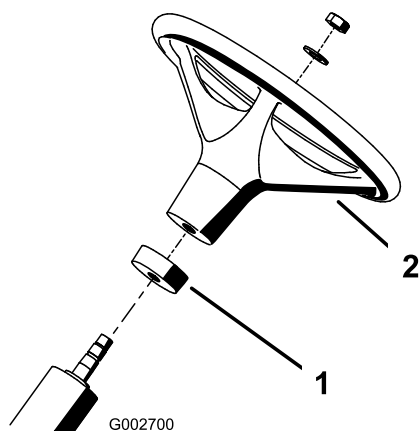

Figura 2
2. Faça deslizar o anel de esponja, a extremidade pequena primeiro, para a coluna de direcção (Figura 2).
3. Faça deslizar o volante para a coluna de direcção (Figura 2).
4. Fixe o volante à coluna de direcção, utilizando uma anilha e uma porca de bloqueio (Figura 2). Aperte a porca de bloqueio com uma força de 27-35 Nm.